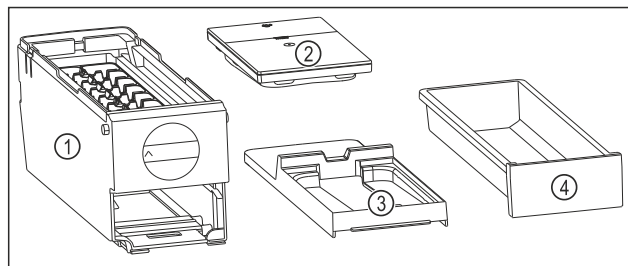

Fig. 293 Составные части EasyTwist-Ice
- ▶ EasyTwist-Ice разобран на четыре части. (см. Fig. 293)
- ▶ Разбирайте EasyTwist-Ice только на составные части, представленные на рисунке. (см. Fig. 293)
- ▶ Очищайте корпус EasyTwist-Ice Fig. 293 (1) как цельное устройство.